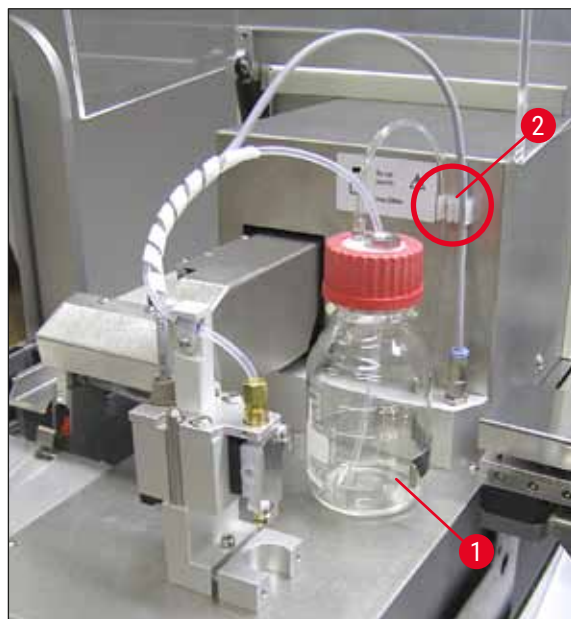

Fig. 12
6. Rosqueie a tampa (→ Fig. 10-5) no frasco do composto (→ Fig. 12-1) e coloque o frasco do composto no suporte (→ Fig. 12).